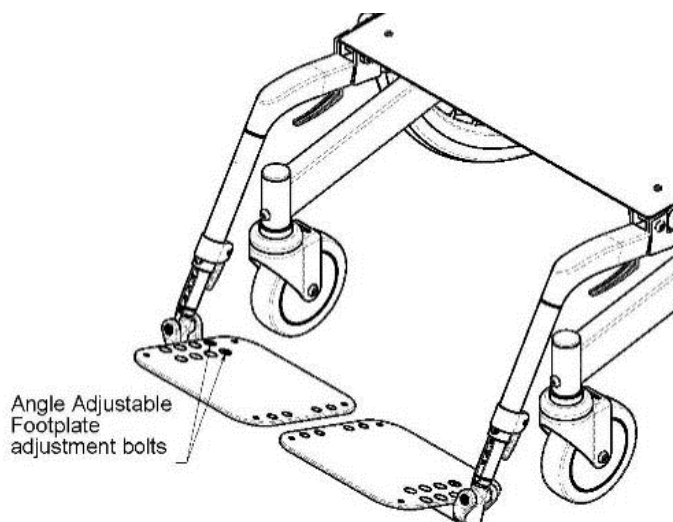

Fig. 6 Vinkeljustérbare fodplader.
1. Løsn boltene til justering af fodpladen (fig. 6).
1. Fjern bolte og møtrikker til justering af fodpladen (fig. 6).